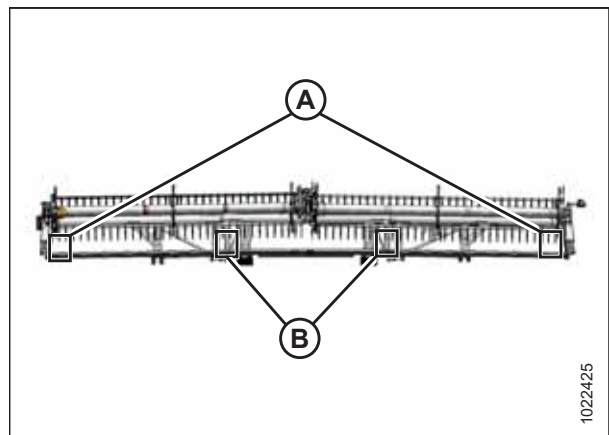

Рисунок 5.210: Точки вимірювання
8. Виміряйте зазор (X) між точками (С) і (D) на кінцях кожного мотовила (А) і в точках (В) прогину. (Див. рис. 5.210, стор. 490, щоб уточнити точки вимірювання.)